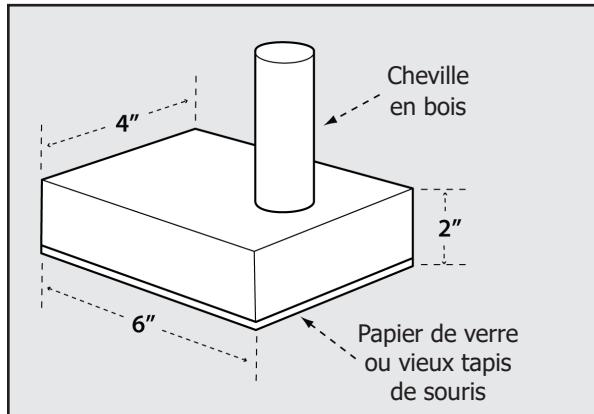

Figure 56
3. Collez un morceau de matériau mou ou rugueux tel que du papier de verre ou du caoutchouc à la partie inférieure du bloc pour prendre en main la pièce (les vieux tapis de souris fonctionnent bien). Voir Figure 56.